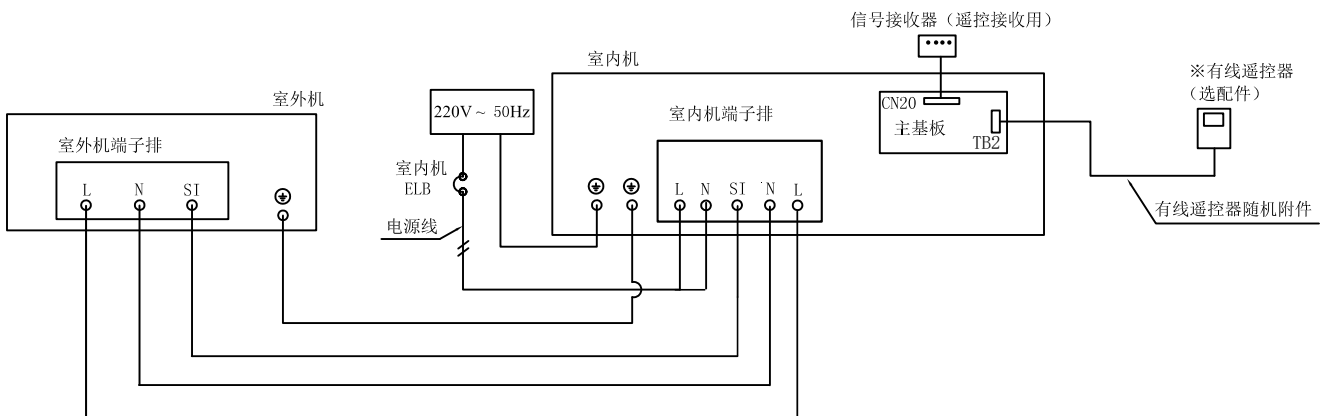

图 6.1 内外机接线图
- (4) 连接室内外机的强电连接线，穿过电控箱穿线孔和固线夹，连接室内外连接线到电控箱内相应端子上，保证室内外端子标号一一对应，内外机接线参照图 6.1。室内外机连接线规格见表 6.1。
- (5) 用固线夹紧固电控箱的电源线、内外机连接线、遥控器线等，以满足拉力要求。
- (1) 打开室外机维修盖。
- (2) 连接室内外机连接线到电控箱内相应端子上，保证室内外端子标号一一对应，内外机接线参照图 6.1。室内外机连接线规格见表 6.1。
- (3) 用固线夹紧固电控箱内的电线。
- (4) 盖好维修盖。